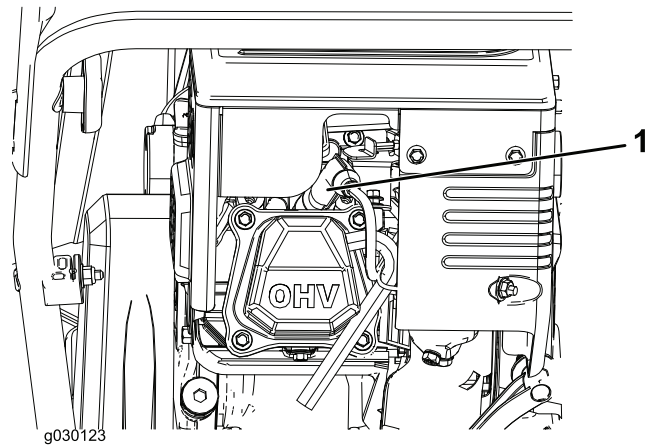

Рисунок 24
1. Снимите изоляционный колпачок (Рисунок 24).